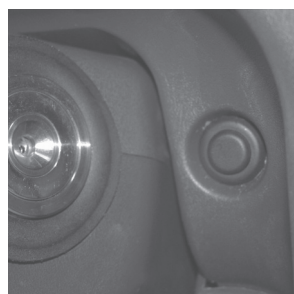

Рис. 3
- Выключатель стартера (рис. 3) является органом управления электрической цепью включения стартера, при положении ключа в режиме «**ON**». Штатный режим работы замка.
**6.3.** После подключения электронного блока управления установите выключатель стартера рис.3 в легкодоступном месте. Рекомендованная установка выключателя стартера на передней панели автомобиля или в пластмассовом кожухе рулевой колонки около замка зажигания. Для установки выключателя стартера необходимо сделать отверстие в пластмассе сверлом-коронкой  $\phi 22$ мм.